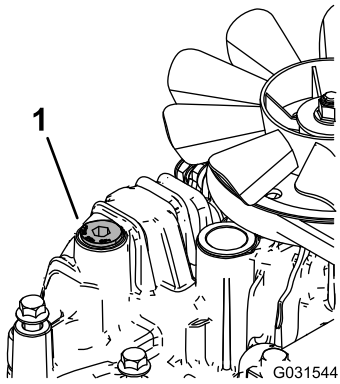

Figure 72
- Dévissez le bouchon d'aération sur chaque transmission pour qu'il soit desserré et ballotté (Figure 72).